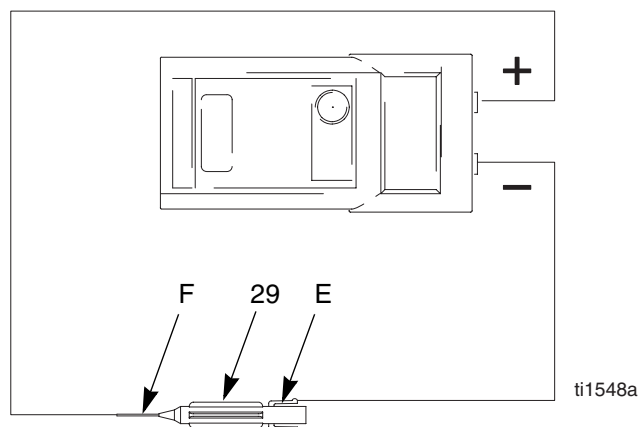

Fig. 20. Elettrodo
5. Rimuovere l'elettrodo (29), pagina 43. Misurare la resistenza tra il contatto (E) ed il filo dell'elettrodo (F). La resistenza deve essere compresa fra 20 e 30 megaohm. Se fuori dalla gamma, sostituire l'elettrodo. Vedere FIG. 20.